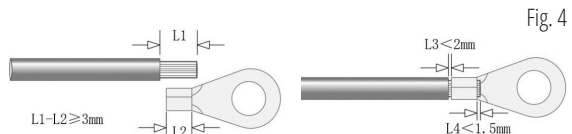

Fig. 4
**PASO 3. CABLEADO.** Como se muestra en la Fig. 4, pelar cada hilo del cable de alimentación con un pelacables, luego insertar el hilo de cobre en la zona de crimpado del terminal de anillo y crimparlo con una crimpadora. Sugereencias sobre la selección del tamaño del cable como se indica a continuación: